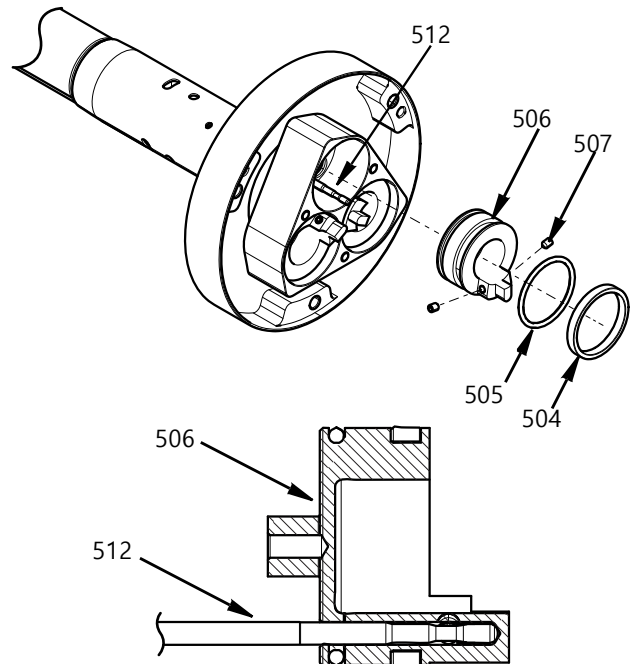

FIG. 31
- d. 피스톤과 로드 차단 밸브를 함께 밀어 로드 차단 밸브가 피스톤 구멍에 삽입되도록 합니다. FIG. 31를 참조하십시오.
- e. 나사 고정제(Loctite™ 242 Blue 또는 이와 동등한 제품)를 M4 나사(507) 2개에 도포하고 조여 피스톤과 로드 차단 밸브를 잠급니다. 29.2 in-lbs(3.3 N•m) 토크로 조입니다.
- f. 로드 차단 밸브와 피스톤이 바인딩되지 않고 균일하게 움직이는지 확인하십시오. FIG. 31를 참조하십시오.